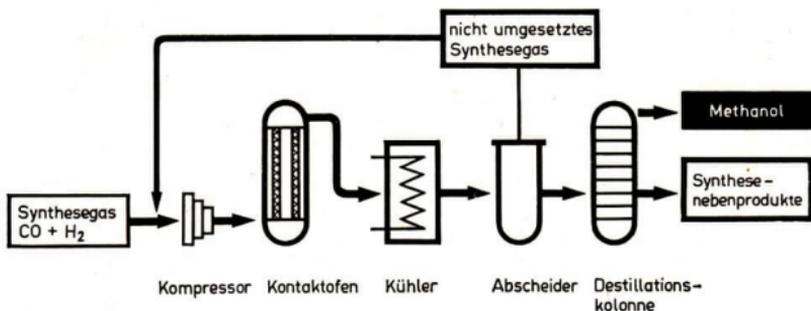

Abb. 26 Technische Methanolsynthese
- ① Erläutern Sie an Hand einer Reaktionsgleichung, warum bei Zusatz von Kalziumkarbid zu einem wasserhaltigen Alkohol Gasentwicklung eintritt!
- ② Wie kann man die Lage des chemischen Gleichgewichts bei der Ammoniaksynthese beeinflussen? (↗ Chemie in Übersichten, S. 27, 28)
- ③ Vergleichen Sie die Temperaturabhängigkeit des chemischen Gleichgewichts bei der Herstellung von Kalziumkarbid und Methanol (↗ S. 32)
- ④ Inwiefern ist die Reaktionsgeschwindigkeit von der Temperatur abhängig? (↗ Chemie in Übersichten, S. 28)
- ⑤ Weshalb wird bei der Methanolsynthese das Kreislaufprinzip angewendet? (↗ Abb. 26)
- ⑥ Bei welcher Temperatur und unter welchem Druck nimmt das Methanolgeleichgewicht die günstigste Lage ein?
des Methanols. Die Methanolbildung verläuft exotherm. Eine hohe Ausbeute ist daher bei niedriger Temperatur zu erwarten. Die für diesen Prozeß benötigten Katalysatoren werden aber erst bei 380 °C wirksam. Unterhalb dieser Temperatur wäre die Reaktionsgeschwindigkeit viel zu gering. In Abbildung 26 ist die Methanolsynthese schematisch dargestellt. ② ③ ④ ⑤
► **Methanol entsteht in einer Gleichgewichtsreaktion aus Kohlenmonoxid und Wasserstoff. Die Umsetzung ist von Druck und Temperatur abhängig. ⑥**